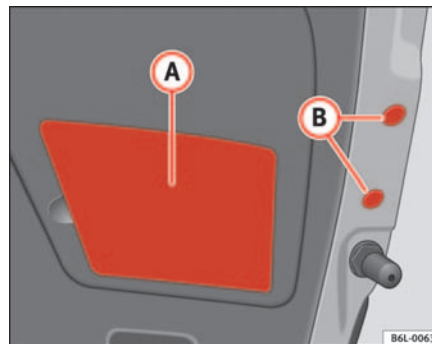

Abb. 153 Rücklicht an der Heckklappe
- Die Kunststoffabdeckung **(A)** ⇒ Seite 226, Abb. 153 und die Kunststoffstopfen **(B)** ⇒ Seite 226, Abb. 153 mithilfe von leichten Hebelbewegungen mit dem flachen Ende des Schraubenziehers entfernen. Dabei vorsichtig vorgehen, damit der Lack nicht zerkratzt wird.